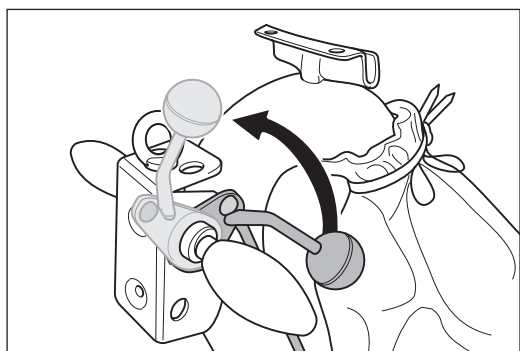

Abb. 12 Den Ablasshebels am Handgriff bis zum Anschlag nach oben ziehen. Dadurch wird die Schleifwalze vom Boden abgehoben.
- Vor dem Einschalten der Maschine **immer** die Schleifwalze vom Boden abheben (Abb. 12)!
- 1 Ziehen Sie den Ablasshebel am Handgriff bis zum Anschlag nach oben (Abb. 12). Dadurch wird die Schleifwalze vom Boden abgehoben.
- Vor dem Einschalten der Maschine immer die Schleifwalze vom Boden abheben (Abb. 12)!
- 1 Ziehen Sie den Ablasshebel am Handgriff bis zum Anschlag nach oben (Abb. 12)!
- 1 Bevor Sie die Maschine ausschalten, heben Sie die Schleifwalze vom Boden ab. Ziehen Sie dazu den Ablasshebel am Handgriff bis zum Anschlag nach oben (Abb. 12).